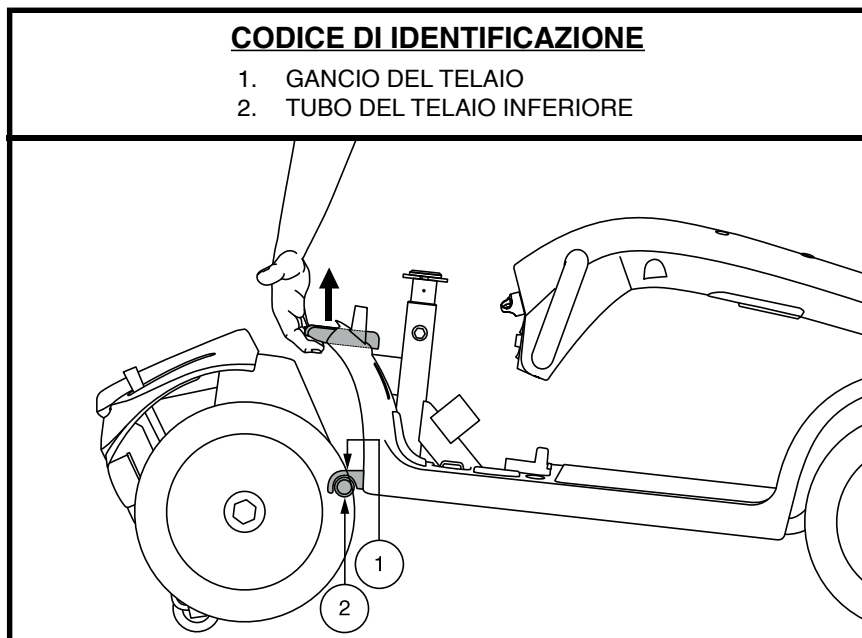

Figura 25. Leva di rilascio del telaio
3. Sollevare la leva di rilascio del telaio. **Vedere figura 25.**
1. Posizionare sezione posteriore e sezione anteriore dello scooter come da **figura 25**.